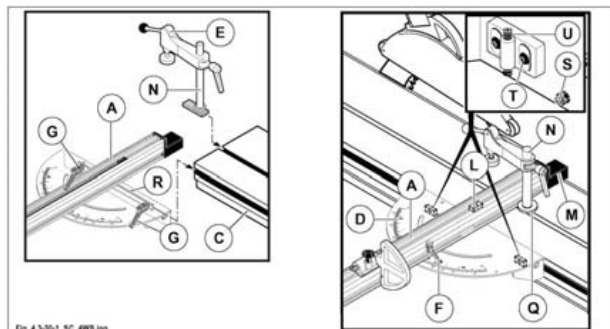

Fig. 4.3-30-1
- 1) Inserire la colonnetta (N fig. 4.3-30-1) con il pressore (E fig. 4.3-30-1) nella scanalatura del carro vagone (C fig. 4.3-30-1).
- 2) Montare il gruppo riga (A fig. 4.3-30-1) inserendo il lardone (R fig. 4.3-30-1) nella scanalatura del vagone (C fig. 4.3-30-1).
- 3) Serrare le leve (G fig. 4.3-30-1).
- 4) Allentare la maniglia (F fig. 4.3-30-1).
- 5) Posizionare il gruppo riga alla giusta distanza dalla lama sega; nella posizione a 90° mandare il gruppo riga in battuta contro il lardone (L fig. 4.3-30-1); il lardone (L fig. 4.3-30-1) è registrato dai nostri tecnici, e serve per posizionare velocemente il gruppo riga alla giusta distanza dalla lama sega.
- 6) Per l'esecuzione di tagli angolati ruotare il gruppo riga (A fig. 4.3-30-1) facendo riferimento alla scala (D fig. 4.3-30-1).
- 7) Bloccare serrando la maniglia (F fig. 4.3-30-1).
- 8) Posizionare il pressore contro il gruppo riga accertandosi che la rosetta (Q fig. 4.3-30-1) si inserisca nella scanalatura.
- 9) Ruotare la colonnetta (N fig. 4.3-30-1) in senso orario per bloccarla.
- allentare le leve (G fig. 4.3-30-1);
- agire sui grani (S fig. 4.3-30-1) per regolare il parallelismo al vagone;
- allentare le viti (T fig. 4.3-30-1) e agire sui grani (U fig. 4.3-30-1) per regolare la posizione in altezza.
Quando il parasceghe (M fig. 4.3-30-1) si usura, avvicinarlo alla lama sega agendo sulle viti di bloccaggio.